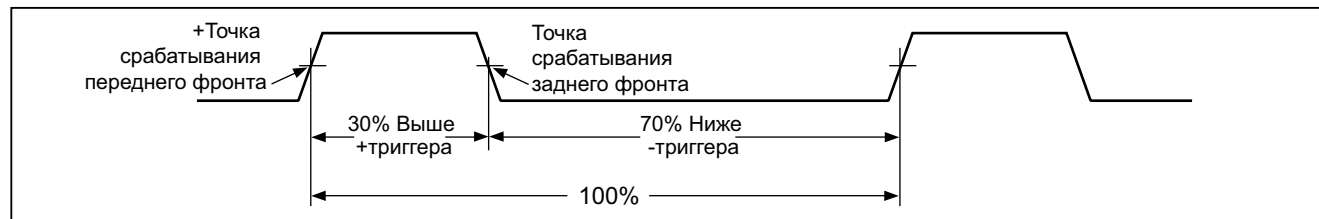

Рисунок 9. Составляющие измерений коэффициента заполнения
Для измерения частоты подключите измерительный прибор к источнику сигнала, затем нажмите (). Нажатие () переключает смещение триггера между передним и задним фронтом (+ и -), что указывается символом на левой стороне дисплея (см. рисунок 9 в разделе "Измерение коэффициента заполнения (импульсной последовательности)"). Нажатие () ОСТАНАВЛИВАЕТ И ЗАПУСКАЕТ СЧЕТЧИК.
Коэффициент заполнения (коэффициент заполнения периода импульса) - это процент времени, в течение которого сигнал находится выше или ниже уровня срабатывания в течение одного периода (Рисунок 9). Режим измерения коэффициента заполнения оптимизирован для измерения времени включения или выключения логических и переключающих сигналов. Системы наподобие устройств электронного впрыска топлива и импульсных блоков питания управляются импульсами переменной ширины, проверить которую можно путем измерения коэффициента заполнения.
2. Второй раз нажмите  для измерения коэффициента заполнения сигнала. Нажмите  для выбора измерения положительного или отрицательного импульса сигнала, согласно рис. 9.